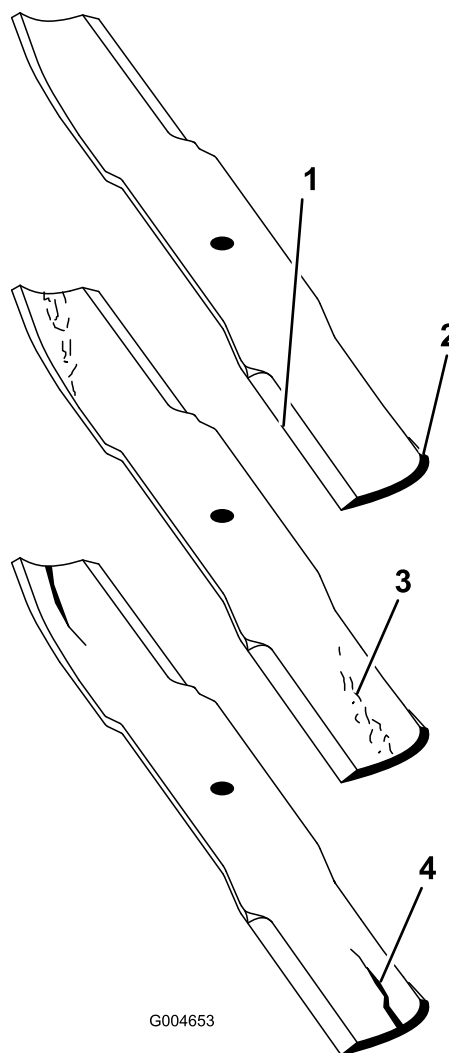

Figura 89
2. Examine cuidadosamente los extremos de corte de la cuchilla, sobre todo en el punto de reunión entre la parte plana y la parte curva de la cuchilla (Figura 89).
Nota: Puesto que la arena y cualquier material abrasivo pueden desgastar el metal que conecta las partes curva y plana de la cuchilla, compruebe la cuchilla antes de utilizar el cortacésped. Si se aprecia desgaste (Figura 89), cambie la cuchilla.